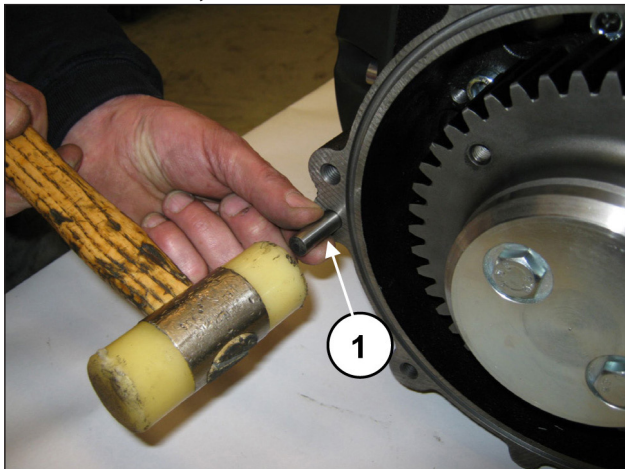
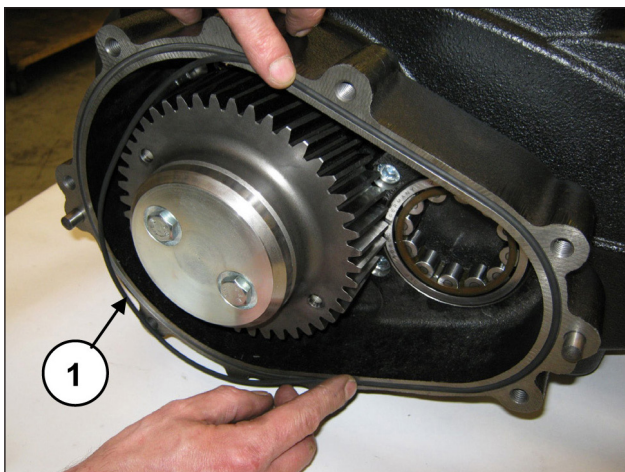

Рис. 80
Рис. 81
Установите 2 штифта $\varnothing 10 \times 24$ на коробку редуктора (поз. ①, Рис. 80) и вставьте уплотнительное кольцо (поз. ①, Рис. 81).